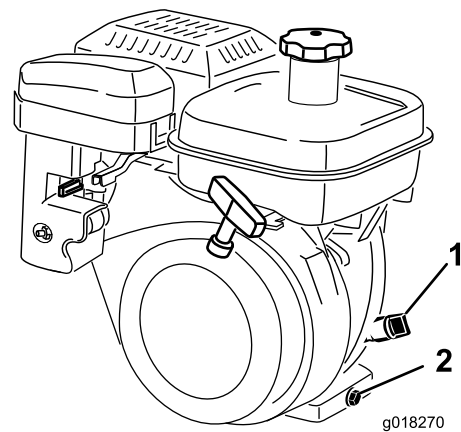

Bild 34
2. Stellen Sie die Maschine so, dass der Motor eben steht und reinigen Sie dann den Bereich um den Ölpeilstab (Bild 34).
3. Drehen Sie den Ölpeilstab nach links, um sie abzunehmen (Bild 34).
2. Stellen Sie eine Auffangwanne am Heck der Maschine unter die Ablassschraube (Bild 34). Lösen Sie die Ablassschraube.